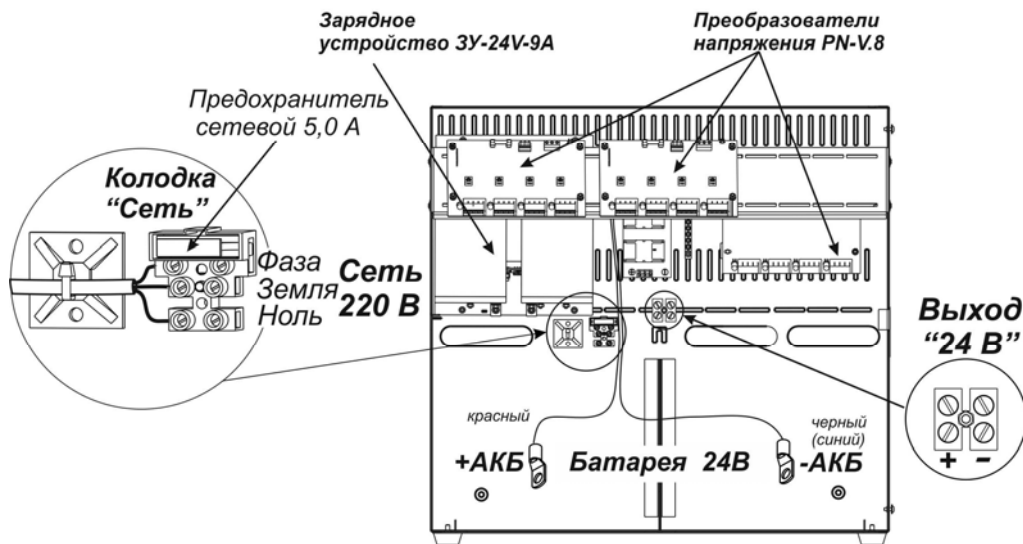

Рисунок 1 - Внешний вид изделия с открытой крышкой и подключение сетевых проводов и провода заземления (базовый вариант)
- Элементы защиты, управления и коммутации блоков показаны на рис. 1,2,4.
При этом следует помнить, что изъятие предохранителя немедленно приведет к автоматическому переходу в резервный режим, т.е. к питанию нагрузки от АКБ! Для полного отключения изделия предварительно следует отсоединить клемму «+АКБ» см. рис. 1 от самой АКБ, а затем отключить напряжение сети.
- при необходимости, подключить нагрузку к дополнительному выходу 24В см. рис.1;